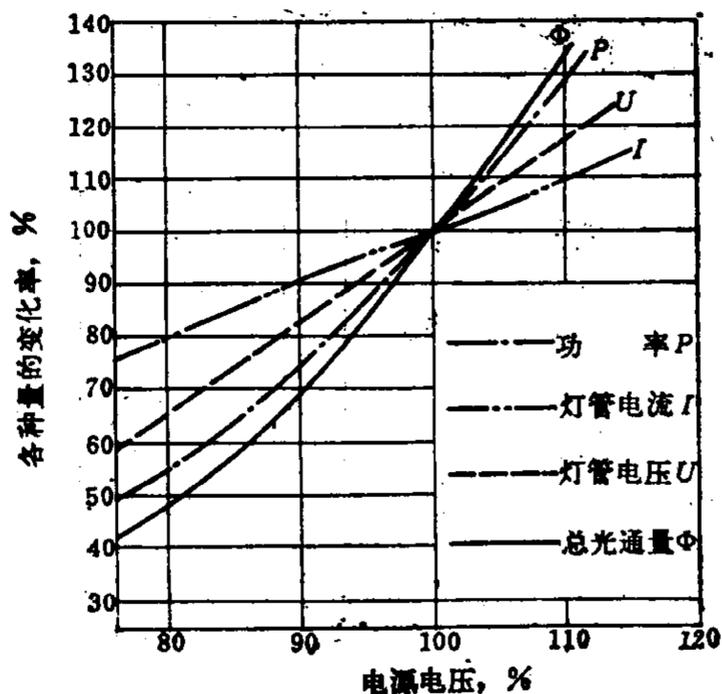

图 39-2-8 电源电压变化对 400 W 高压钠灯光电参数的影响
(1) 电源电压的变化不宜大于 $\pm 5\%$ ，电源电压的变化对 400 瓦高压钠灯光电参数的影响见图 39-2-8 所示。高压钠灯的管压、功率及光通量随电源电压的变化而引起的变化比其它气体放电灯大。当电源电压上升时，由于管压降的增大，容易引起灯自熄。电源电压降低时，光通量将减少，光色变差。